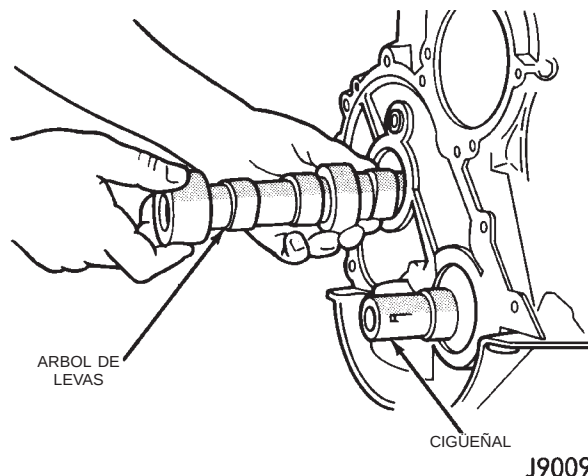

Fig. 47 Arbol de levas
- (5) Haga una marca en la caja del distribuidor cerca de la mordaza y continúe dicha marca en el bloque de cilindros, alineada con la marca del distribuidor.
- (6) Para facilitar la instalación, tome nota de la posición del rotor y la caja del distribuidor en relación con los componentes adyacentes del motor.
- (7) Retire el distribuidor y los cables del encendido.
- (8) Retire la tapa de la culata de cilindros del motor.
- (9) Retire los balancines, los puentes y los pivotes.
- (10) Retire las varillas empujadoras.
- (11) Retire los empujadores hidráulicos de válvulas de la culata de cilindros del motor.
- (12) Retire el amortiguador de vibraciones.
- (13) Retire la tapa del cárter de la distribución.
- (14) Retire la cadena de distribución y las ruedas dentadas.
- (15) Retire el árbol de levas (Fig. 47).
(6) Lubrique el árbol de levas con suplemento de aceite de motor Mopar o su equivalente.
(7) Instale el árbol de levas con cuidado, evitando averiar los cojinetes del mismo (Fig. 47).